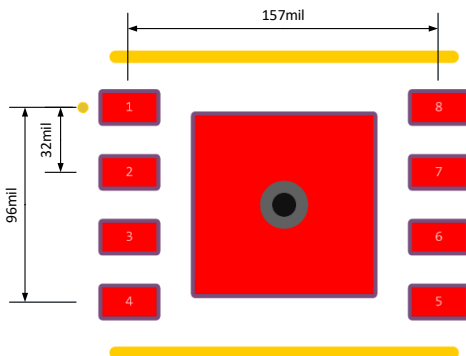

图 2 QN\_X3DC 封装尺寸
在嘉立创 EDA 专业版环境下新建一个封装，按照图 2 给出的尺寸设计封装，将其命名为 QN\_X3DC。设计完成后，另存为 efoo 文件，并以准考证号命名。
- 中间散热引脚编号为 9，焊盘宽为 86mil，高为 86mil，相对位置和中心过孔请参考图 2 设计，不做精确位置、尺寸要求。